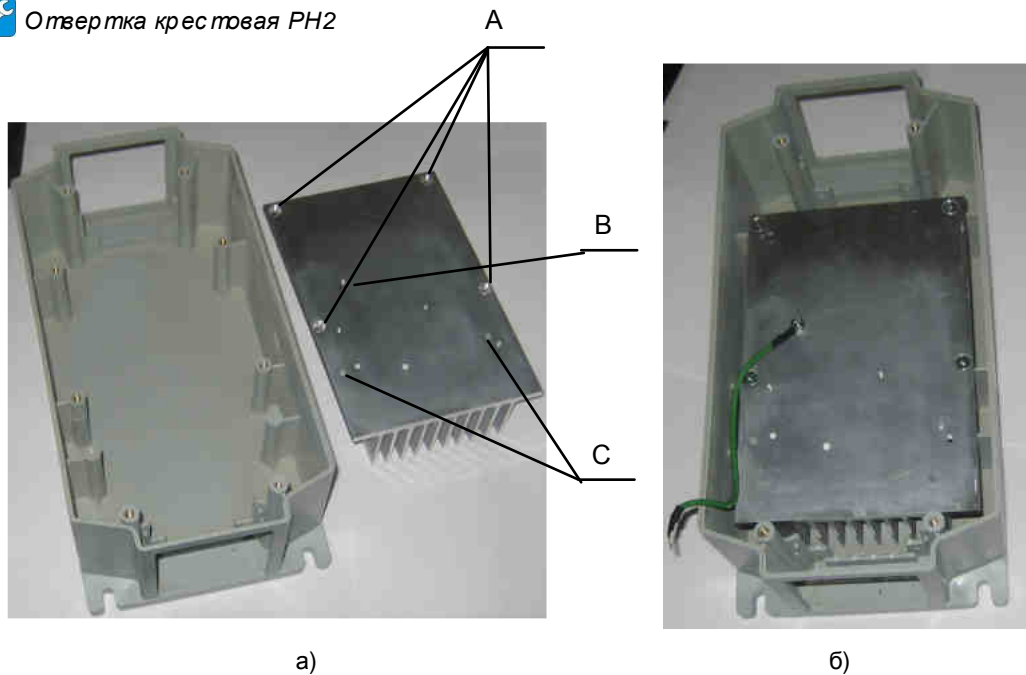

Рис. 7.1
7.1.1. Установить радиатор в нижнюю часть корпуса ПЧ, совместив отверстия А радиатора (рис. 7.1а) с отверстиями в стойках корпуса са. Прикрутить радиатор четырьмя винтами M4x15 и провод заземления 2 – винтом M4x12 (рис. 7.1б).
7.2.2. Протереть радиатор в месте установки матрицы (между отверстиями «С» радиатора – см. рис. 7.1а) салфеткой, смоченной СБС.